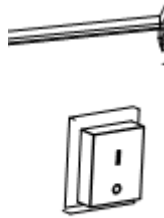

Abbildung 2
- a. Schalten Sie den Netzschalter auf Position I und prüfen Sie, ob der Lüfter ordnungsgemäß anläuft. (Abb. 2.)